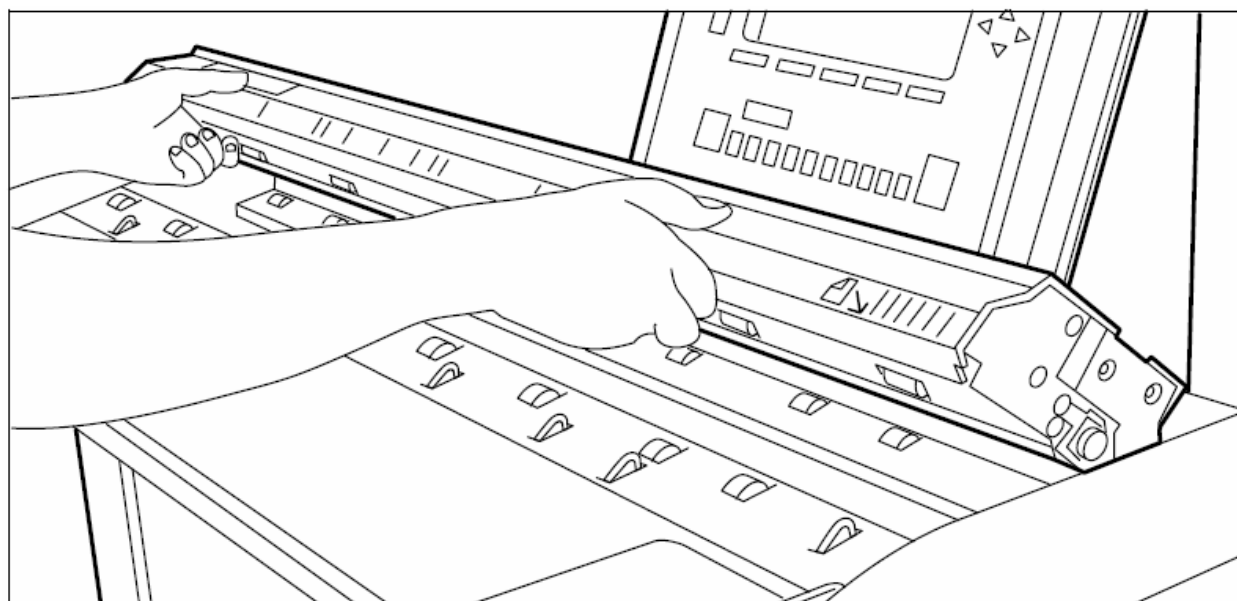

Рисунок 126. Показано, как закрывать верхнюю крышку сканера
3. Приподнимите верхнюю крышку сканера, чтобы высвободить фиксаторы, после чего закройте крышку (смотрите рисунок 126).